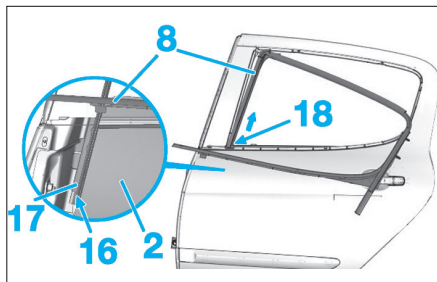

Fig. 124
- Déchausser le joint lècheur extérieur (8) de la partie avant (16) du guide de coulisse (17) en suivant la flèche (18) (Fig.124).